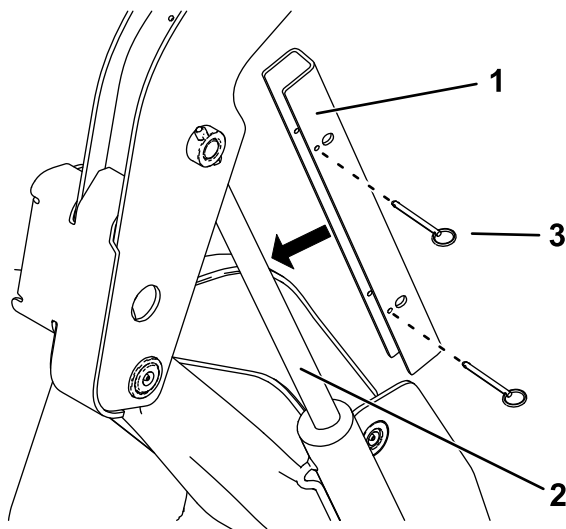

Figura 31
5. Glisai elementul de blocare cilindru peste tija cilindrului de ridicare (Figura 31).